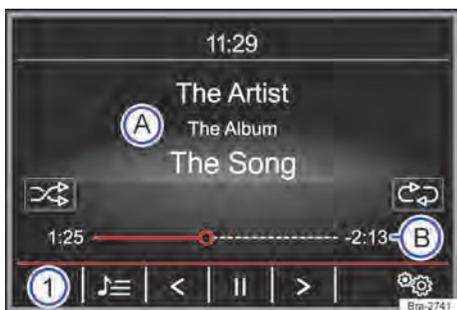

Fig. 118 Menu principal MEDIA.
- Pressionar o botão de função **MEDIA** para abrir o menu principal *MEDIA* → Fig. 118.
As fontes de mídia que são reproduzidas atualmente são exibidas na superfície de função na parte inferior esquerda → Fig. 118 ①.